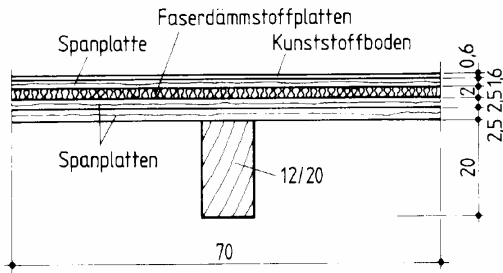

Bild 3.74 Holzbalkendecke
8. Welche Last in kN/m hat ein Balken auf 1 m Länge der Decke in Bild 3-74 mit vollständig freiliegenden Holzbalken aufzunehmen, wenn zu der Eigenlast noch eine Verkehrslast von $1,4 \text{ kN/m}^2$ hinzukommt?